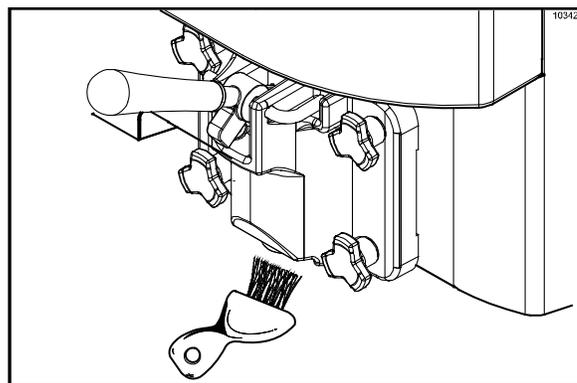

Figure 64
**Remarque :** Pour toujours entretenir de bonnes conditions d'hygiène, nettoyer chaque article à la brosse pendant un total de 60 secondes en trempant régulièrement la brosse dans la solution nettoyante (Cf. Figure 64).